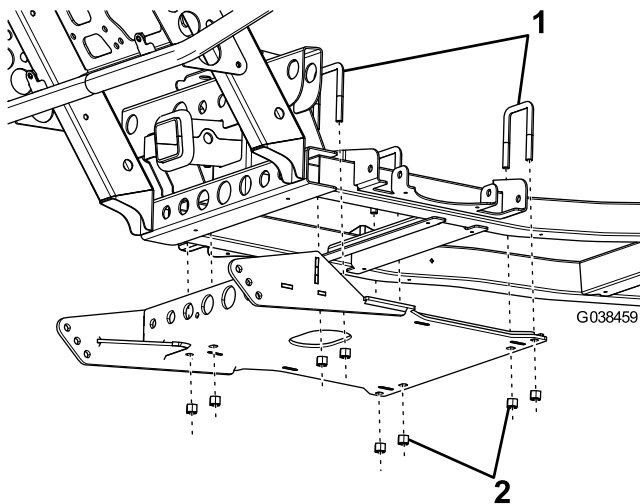

Bild 2
5. Befestigen Sie den Unterfahrschutz des Fahrwerks lose mit vier großen U-Bügeln und acht Sicherungsmuttern ($\frac{3}{8}$ " am Fahrzeugrahmen (**Bild 2**).